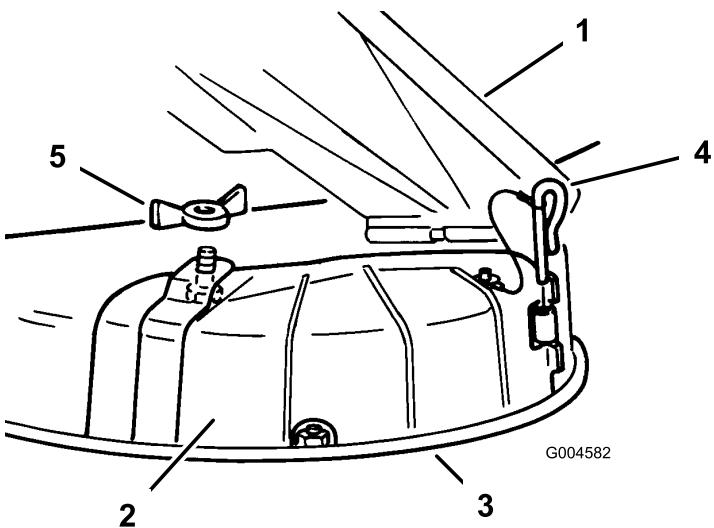

Figura 15
3. Levante el deflector de hierba y coloque la tapa de descarga sobre la abertura, en el borde inferior del cortacésped, e introduzcalo en la bisagra delantera (Figura 15).
4. Coloque el pasador en la bisagra (Figura 15).
5. Fije la tapa de descarga al cortacésped con la tuerca de orejeta (Figura 15).